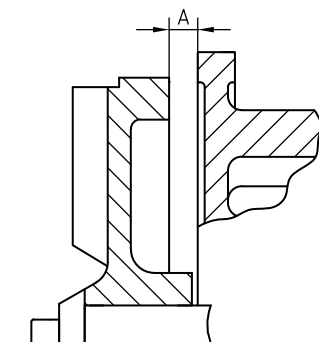

Figura 18: Ajuste del rodete FREM.
- 2 Ajuste el rodete a la medida **A** entre la parte posterior del rodete y la cubierta intermedia. Consulte la figura 18 y Tabla 7 siguientes. Preferentemente, utilice 2 reglas calibradas.